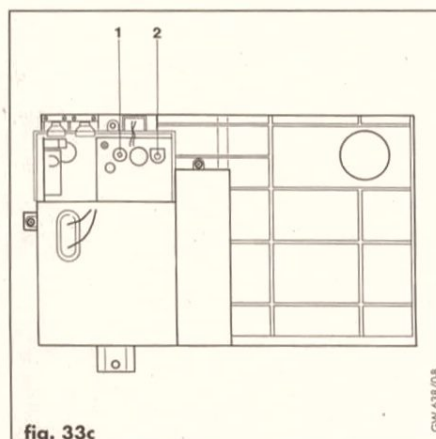

fig. 33c
- Con un piccolo cacciavite, girare in senso antiorario il potenziometro P503 (2, fig. 33c) fino all'arresto (fiamma al minimo). Per impostare la potenza dell'apparecchio fino al valore desiderato rilevare, dalla tabella 9.5, la portata gas agli ugelli necessaria, ruotare lentamente il potenziometro in senso orario fino a che il contatore del gas segnerà il dato prestabilito.
- Con un piccolo cacciavite, girare in senso antiorario il potenziometro P503 (2, fig. 33c) fino all'arresto (fiamma al minimo). Per impostare la potenza dell'apparecchio fino al valore desiderato rilevare, dalle tabelle 9.7, la pressione gas agli ugelli necessaria, ruotare lentamente il potenziometro in senso orario fino a che il manometro raggiungerà il dato prestabilito.